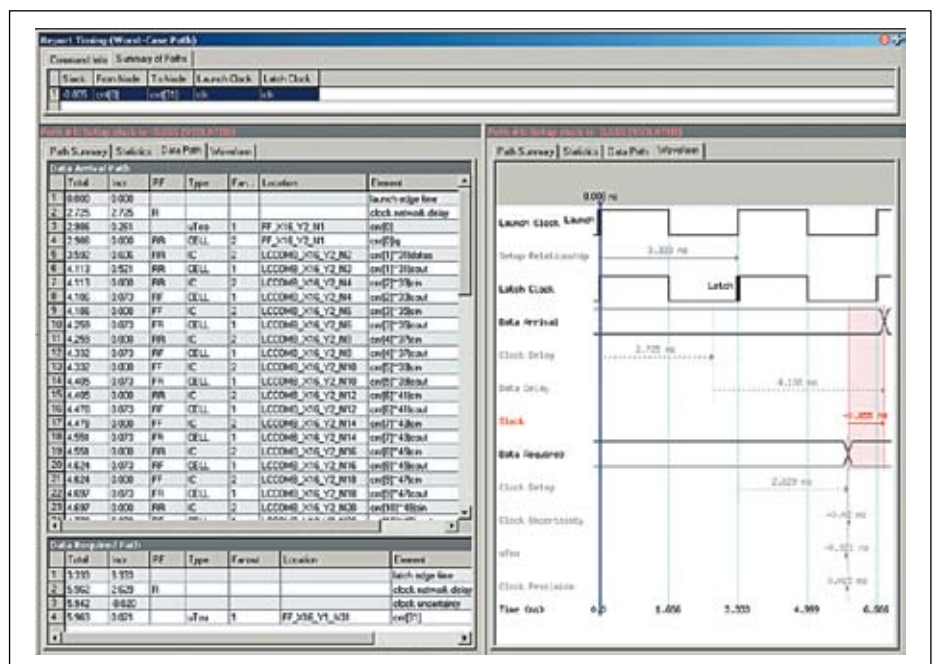
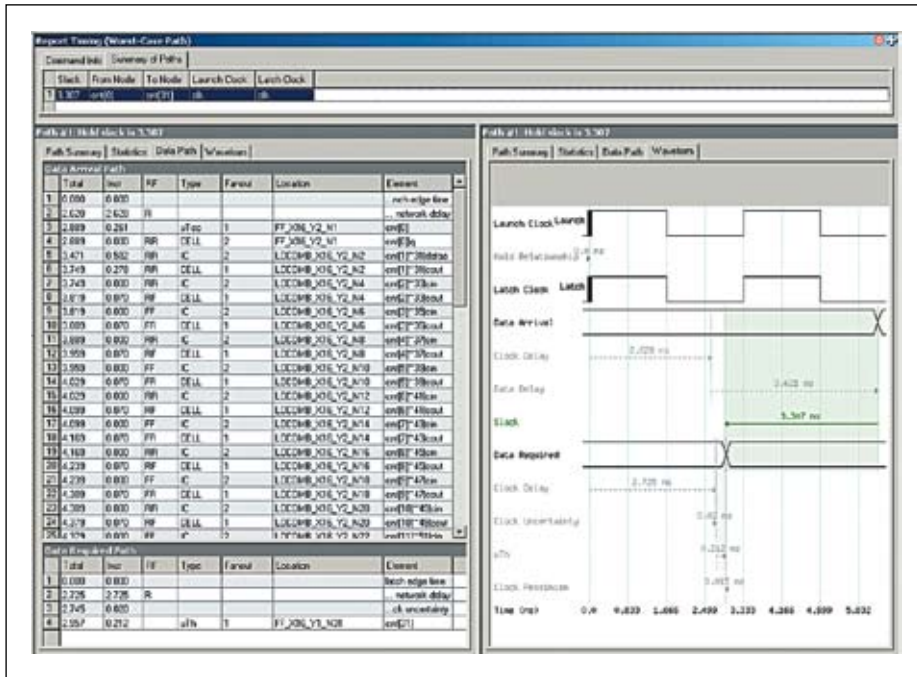

Рис. 9. Отчет об анализе пути данных между регистрами `cnt[0]` и `cnt[31]` на выполнение условий по *tsu*
Рис. 10. Отчет об анализе пути данных между регистрами cnt [0] и cnt [31] на выполнение условий по th
Рассмотрим, как выполняется временной анализ по *tsu* (рис. 9) и по *th* (рис. 10). **Launch Clock** — это тактовая частота триггера-источника `cnt[0]`, **Latch Clock** — тактовая частота триггера-приемника `cnt[31]`. Они выровнены по переднему фронту, потому что идут из одного физического источника (порта ПЛИС). Жирными линиями выделены фронты тактового сигнала, относительно которых проводится анализ.
1. **Data Arrival** — это реальное время прибытия данных от триггера-источника до триггера-приемника. На рис. 9 видно, что это время состоит из двух компонентов: **Clock Delay** =
2. **Data Required** — это требуемое время прибытия данных от триггера-источника до триггера-приемника. На рис. 10 видно, что это время состоит из **Clock Delay** = 2,629 нс, **Clock Uncertainty** = 0,020 нс и **tsu** = 0,021 нс триггера-приемника и считается относительно **Setup Latch Edge** (со сдвигом на период тактовой частоты для одноцикловых путей). При этом обратите внимание на знаки, с которыми входят те или иные значения в расчет требуемого времени.
Автор хочет отметить тот факт, что временные ограничения по **tsu/th** связаны между собой. На рис. 9 и 10 видно, что чем меньше задержка по данным, тем больше запас по **tsu**, но тем меньше запас по **th**. Поэтому при разводке проекта Quartus решает не только вопросы размещения логики, но и вопросы балансировки запаса по **tsu/th**.
Вернемся к нашему проекту со счетчиком. Во вкладке **Data Path** (рис. 9) отчета о временном анализе видно большое количество слоев логики между триггерами (если судить